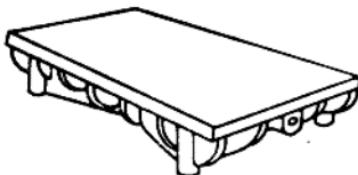

图 1-12 划线平板
(1) 划线平板 (见图 1-12) 又称划线平台，是划线的基准工具，要求表面光滑平直并有相应的精度。使用时注意保护平板表面，不要碰撞、敲击以免降低使用精度。